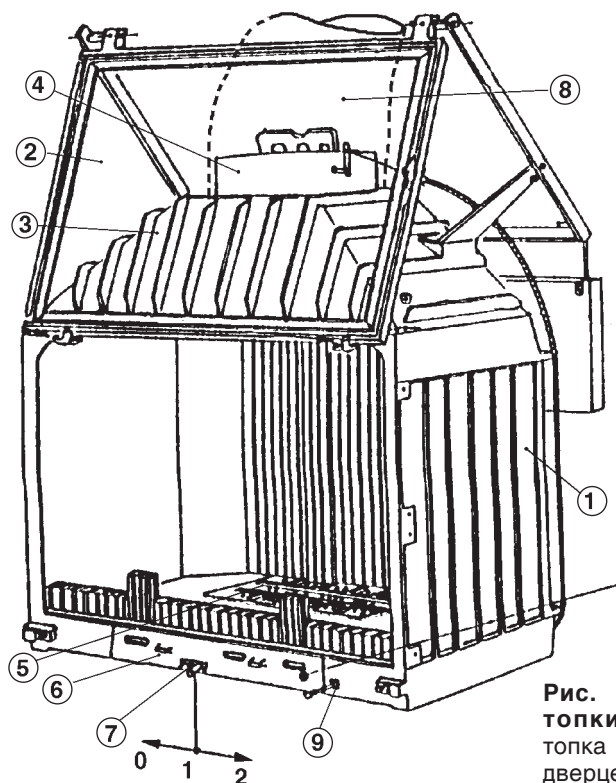

Рис. 1.1. Общий вид топки (представлена топка с поднимающейся дверцей)
Каминное топочное устройство (топка) является основной рабочей частью камина закрытого типа, предназначенного для отопления и вентиляции жилых и общественных помещений. Топка (рис. 1.1.) представляет собой чугунный корпус (1) прямоугольной формы с открывающейся дверцей из огнеупорной стеклокерамики (2), в верхней части которого находится конусообразная дымовая коробка (3) с патрубком (4).